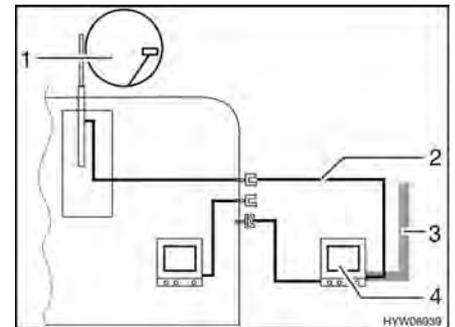

Fig. 149 TV dans l'auvent
- TV dans l'auvent (Fig. 149,4) : Raccord à l'antenne sur le toit (Fig. 149,1) avec câble d'alimentation (Fig. 149,2)
- TV dans l'auvent (Fig. 149,4) : Raccord à l'antenne extérieure (Fig. 149,3)